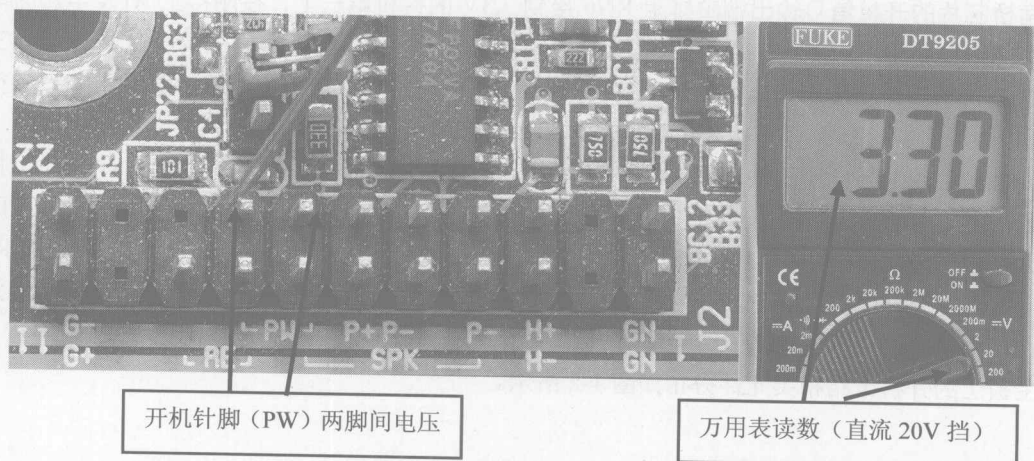

图 1-3
- ① 接上 ATX 电源插头，测量主板开关 PS-ON 两端的电压，正常时电压不低于 3V，如图 1-3 所示。